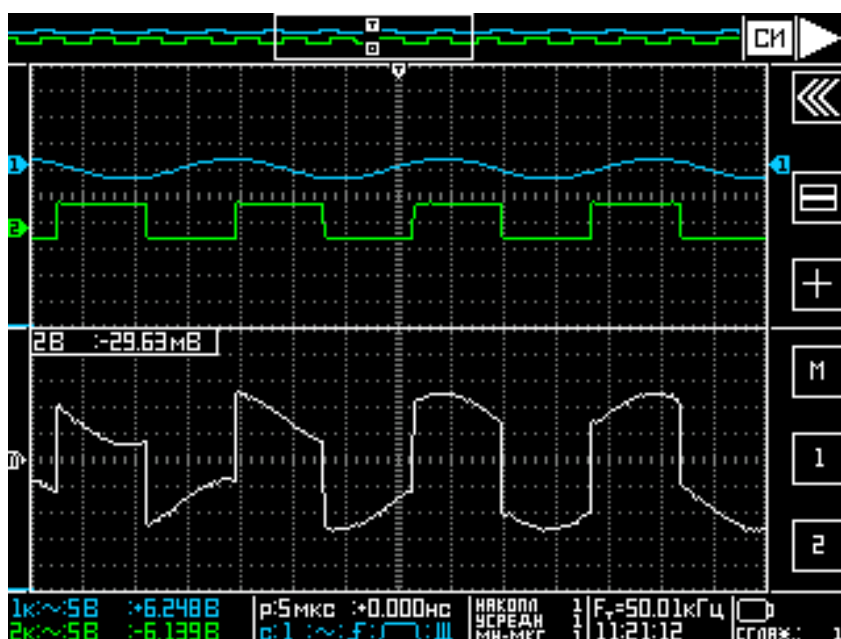

Рисунок 3.4 – Окно "ФУНКЦИЯ" - режим математической обработки сигналов (Пример)
- "**ФУНКЦИЯ**". Позволяет производить суммирование/умножение сигналов обоих каналов между собой с масштабом одного из каналов (рисунок 3.4);